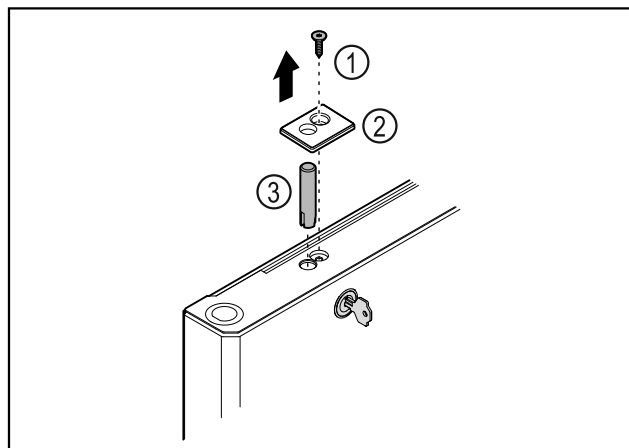

Fig. 43
- Odstraňte šroub Fig. 43 (1).
- Uvolněte kryt Fig. 43 (2) malým šroubovákem a sejměte jej.
- Vytáhněte zámkový čep Fig. 43 (3).